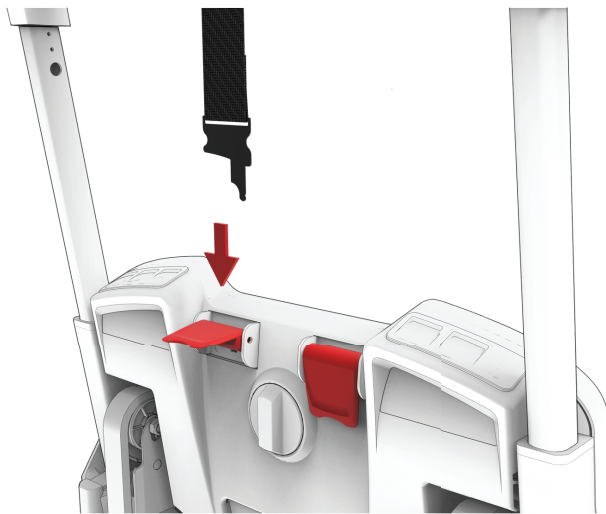
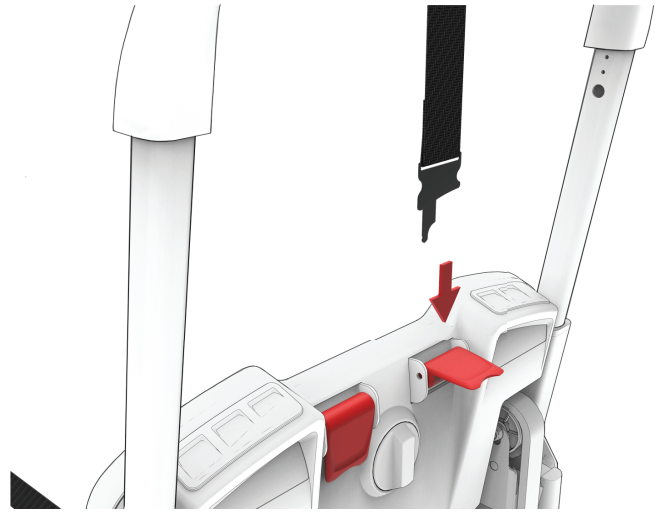

Abbildung 23 – Schultergurt, rechte Patientenseite
Abbildung 24 – Schultergurt, linke Patientenseite
- Den Schultergurt auf der rechten Patientenseite über die Rückenlehne des Stuhls und unter dem Haltebügel hindurchführen (Abbildung 23 und Abbildung 24). Den PCS-Nocken auf der rechten Patientenseite anheben und anschließend die Schulterklemme durch den PCS-Nocken stecken und durchziehen.